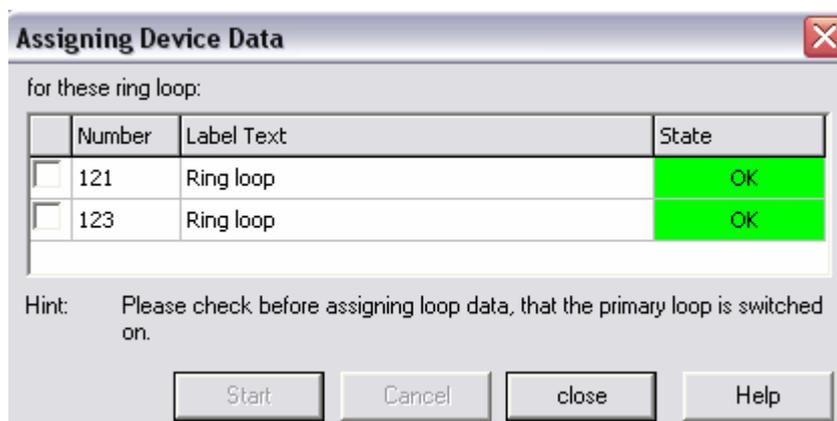

Рисунок 6 — Окно **Assigning Device Data**
18. После того, как связь с устройством установится, появится окно **Assigning Device Data**. В нем отметьте включенные элементы вашей системы и нажмите на кнопку **Start**. После того, как система найдет все устройства, полосы напротив их названия окрасится в зеленый цвет. Нажмите на кнопку **Close** (рисунок 6).